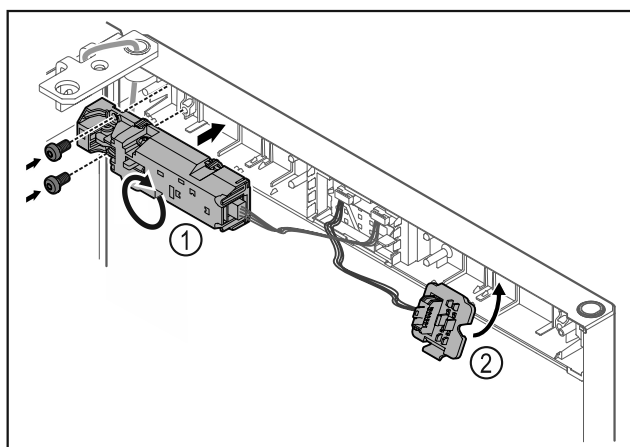

Fig. 13
- Girar el cierre a distancia Fig. 13 (1) 180° y fijarlo en el lado contrario.
- Encajar el soporte de la clavija de enchufe Fig. 13 (2) en el lado opuesto.*